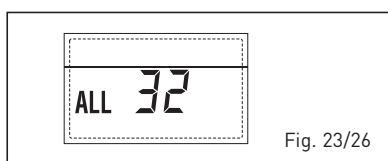

Fig. 23/26
- **ANOMALÍA DE COMUNICACIÓN DE LA TARJETA RS-485 EN MODO MODBUS "AL 33" (fig. 23/27)**